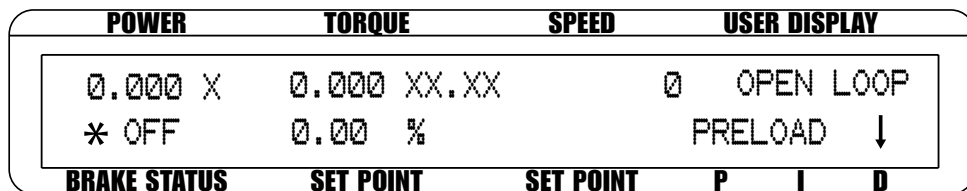

Figure 6-5 Fonction de précharge activée
4. Lorsque la fonction est activée, «*» est affiché comme illustré avec la *figure 6-5 Fonction de polarisation activée*.